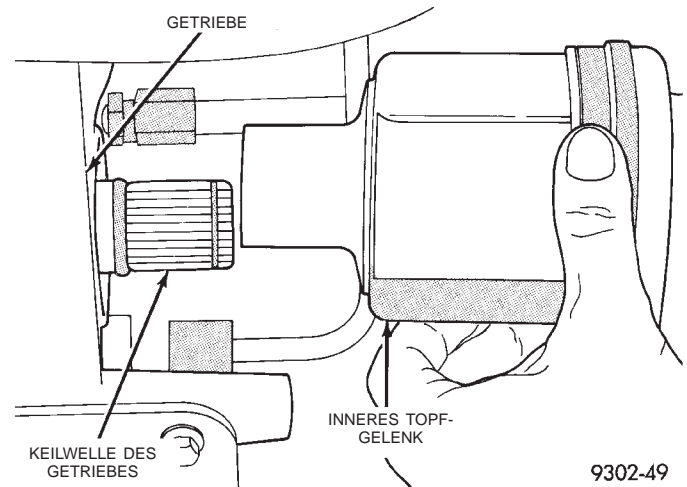

Abb. 14 Inneres Topfgelenk auf der Keilwelle montieren
(3) Die Antriebswelle durch die Öffnung im Spritzschutzblech schieben. Das innere Topfgelenk in die eine und die Antriebswelle in die andere Hand nehmen. Die Innenverzahnung des Topfgelenks mit der Keilwelle fluchten (Abb. 14). Das Topfgelenk mehrfach hin und her drücken, um es über den Sicherungsring auf der Keilwelle zu schieben.